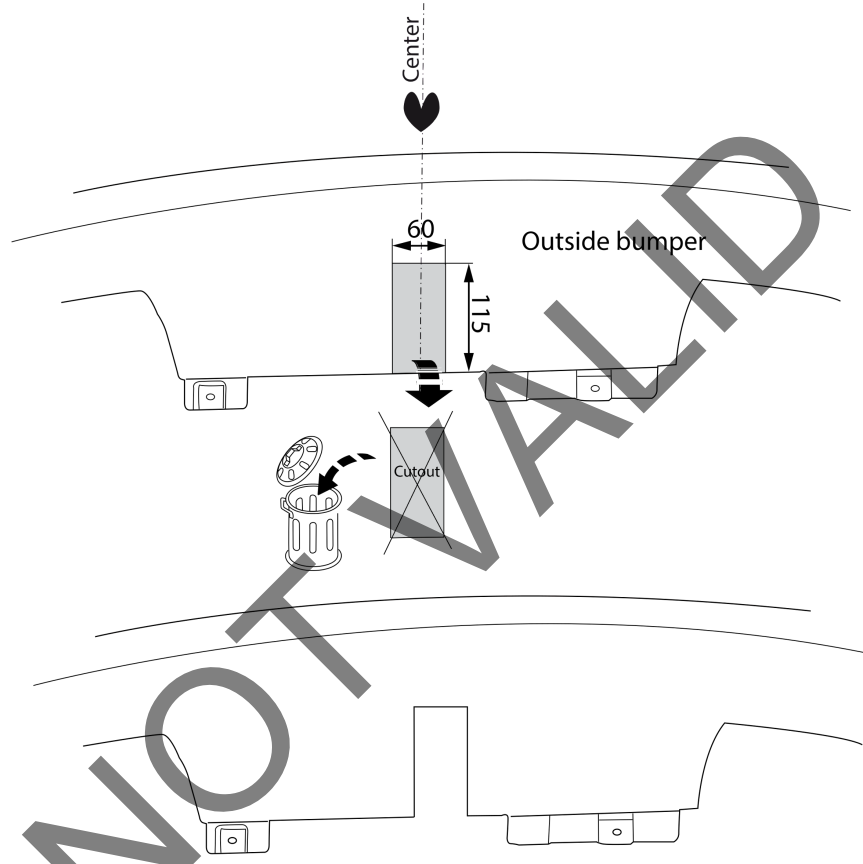

Fig. 2
6. Выпилить обозначенные части, как указано на рис. 2.